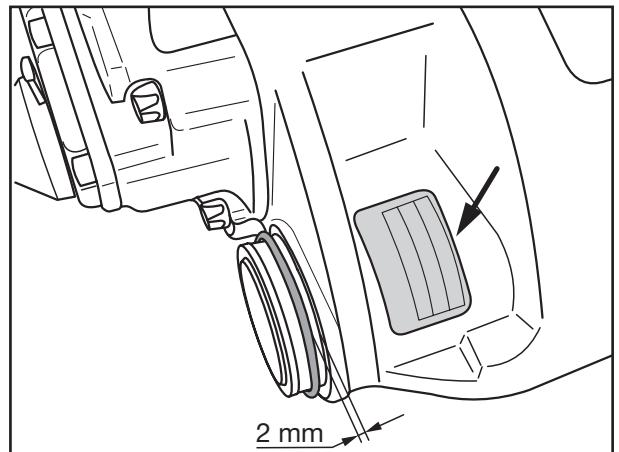

Fig. 9
When selecting the replacement brake calipers, be sure to select the correct part numbers and check the model plate on the brake caliper (Fig. 9, page 8-3, arrow).
Pour le choix des étriers de frein de recharge, prière de se référer au numéro de pièce concerné et à la plaque signalétique apposée sur l'étrier de frein (Fig. 9, page 8-3, flèche).
- [24] O-Ring auf dem Satteldom wie in Fig. 9 montieren.
- [24] Fit the O-ring onto the caliper dome as shown in Fig. 9.
- [24] Monter le joint torique sur le dôme de l'étrier comme illustré sur la Fig. 9.